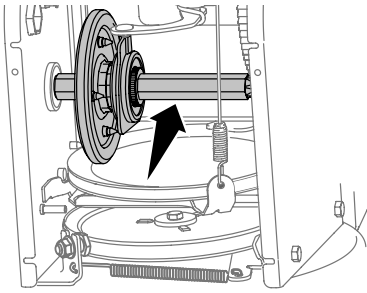

Figure 70
4. Aplique una capa ligera del compuesto Bostik Regular Grade Never-Seez® al eje hexagonal (Figure 70).